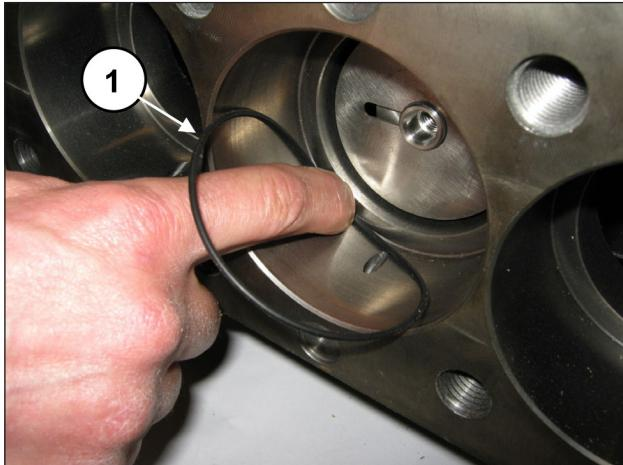

Fig. 173
Sfilare gli anelli paraspruzzi dai guida pistoni (pos. ①, Fig. 173).